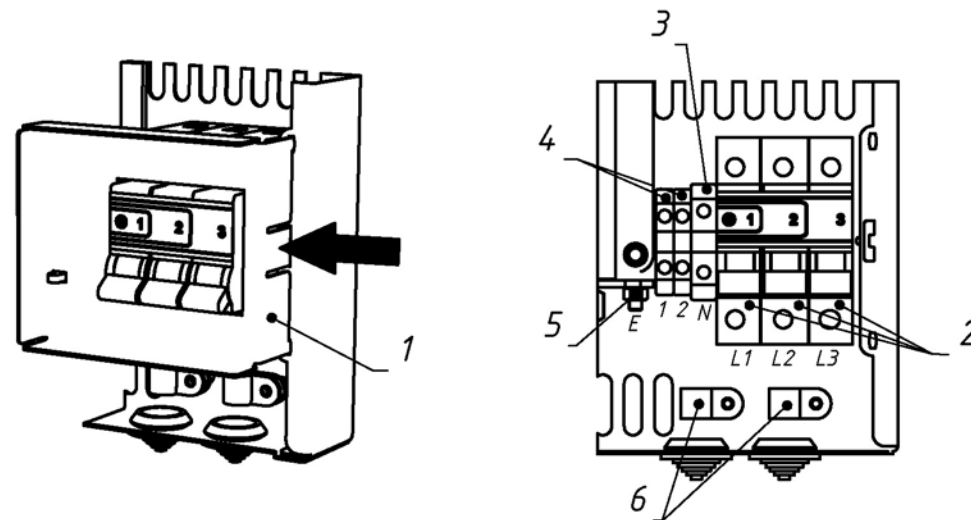

Рис. 7 Подключение питающего кабеля
- ✓ Плата электронного терморегулятора (7). Плата анализирует состояние датчика температуры воды и производит включение или выключение ступеней мощности в зависимости от конкретной ситуации.
- ✓ Силовая плата (8), осуществляет подключение блок-ТЭНов к сети переменного тока.
- ✓ Плавкий предохранитель (6) предназначен для защиты от короткого замыкания в цепи управления.
- ✓ Экран (4), закрывающий автоматические выключатели/ступени мощности (5)
- 4.7. Под экраном (Рис. 7) находятся:
- ✓ Клеммы внешнего управления (4) (Рис. 7), предназначенные для подключения к прибору внешних опций: комнатного терморегулятора или термостата-программатора;
- ✓ Зажим заземления (5) (Рис. 7)
- ✓ Клеммные зажимы для подключения подводящего кабеля (Рис. 7): фазные провода (2), «нейтраль» (3)
- ✓ Для подключения питающего кабеля необходимо снять экран, нажав на защелку, указанную на Рис. 7 стрелкой.
- ✓ Для подключения прибора к однофазной сети переменного тока 220В, 50 Гц (модели 3-7,5 кВт,) на фазных клеммных зажимах должны быть установлены перемычки. (стоят по умолчанию.) Присоедините рабочий нулевой провод на клеммный зажим нейтраль (N), фазный провод на клеммный зажим L1. Провод заземления, подключить на зажим заземления (E).
- ✓ Для подключения прибора к трехфазной сети переменного тока 380В, 50 Гц (модели 3-7,5 кВт,) необходимо убрать перемычки, установленные на клеммных зажимах, присоедините рабочий нулевой провод на клеммный зажим нейтраль (N), фазные провода на клеммные зажимы L1, L2, L3. Провод заземления, подключить на зажим заземления (E).
- 6.12. Для подключения GSM-модуля имеются клеммы внешнего управления (Рис. 7) (4), подключение производить согласно схеме на Рис.9 (модификация GSM-модуля КТ V111 и более поздние) Подключение насоса к GSM-модулю не обязательно.
- 6.13. В приборе имеется возможность подключения внешних опций: комнатного терморегулятора или термостата-программатора. Для подключения внешних устройств, снимается перемычка В1 с клемм внешнего управления 1-2 XT1 (см. подробнее схему Рис. 10 и Рис. 7 п.4) и вместо нее подключается комнатный терморегулятор или термостат-программатор. При необходимости подключить несколько устройств, например, GSM-модуль и комнатный терморегулятор, устройства подключаются последовательно